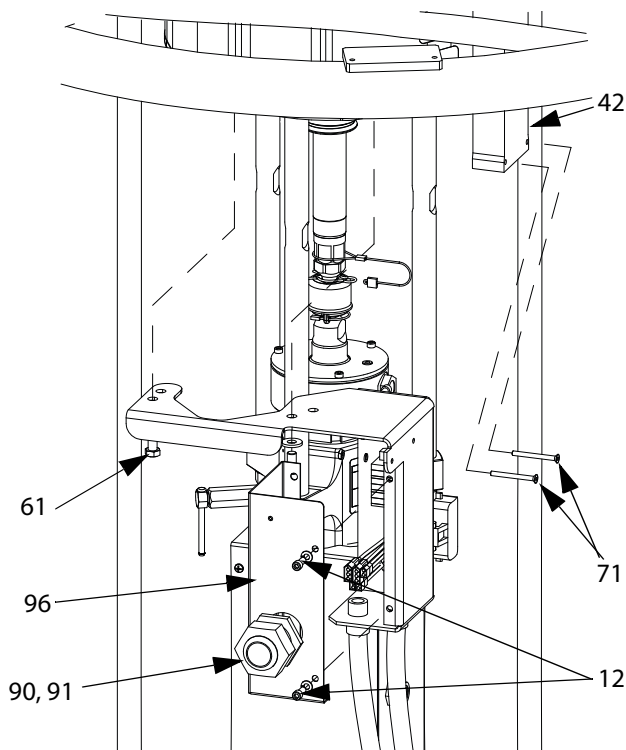

Рис. 35. Извлечение распределительной коробки в системах D200 и D200s
Для опорной емкости 208 л (системы подачи D200 и D200s): снимите распределительную коробку со штанги опорной емкости. Снова установите распределительную коробку на пневматический двигатель, закрепив двумя винтами (61). См. Рис. 35.